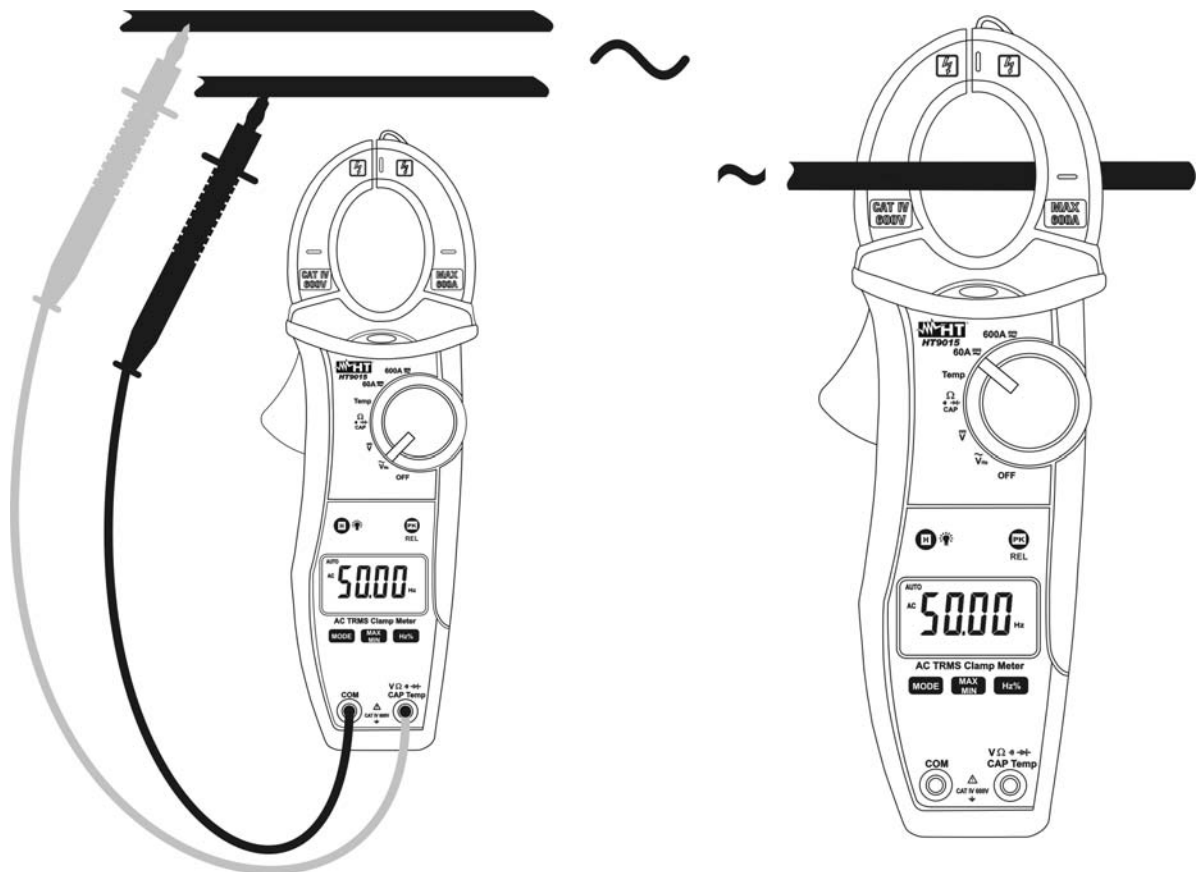

Fig. 11: Måling af frekvens og Duty cycle
8. Sätt i den röda testledningen i $V\Omega_{\sim}$ CAPHz%Temp anslutningen (röd) och den svarta testledningen i COM anslutningen (svart) (se fig. 11 – vänster sida), för frekvensmätning med testledningar. Öppna tången och placera ledaren i mitten av käftarna (se fig. 11 – höger sida), för frekvensmätning med tången. Markörvisning är inte tillgänglig i frekvens- och duty cycle test.